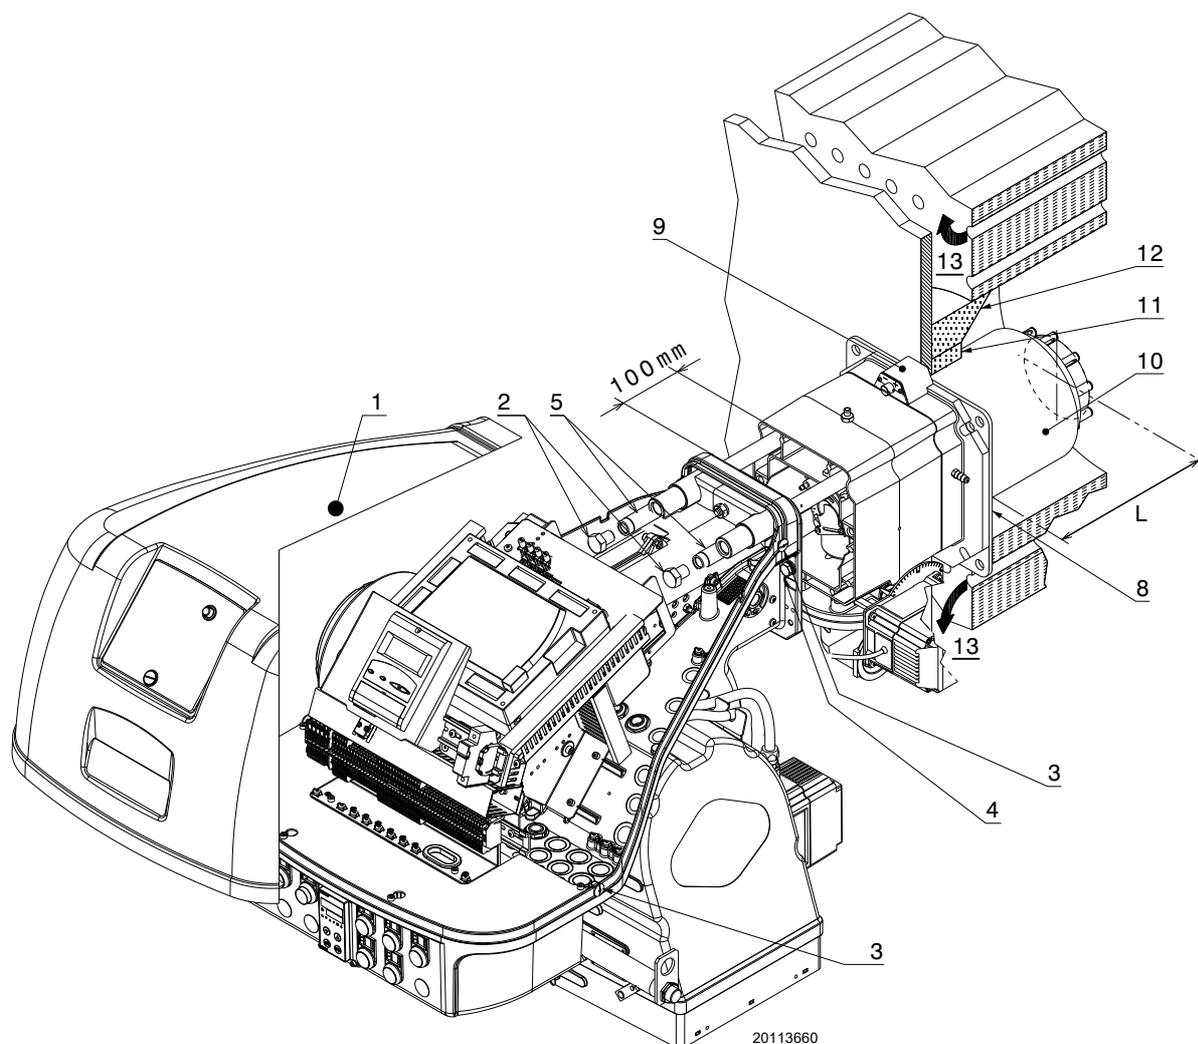

Fig. 16
Pour les chaudières avec circulation des fumées sur l'avant 13) (Fig. 16), ou avec chambre à inversion de flamme, réaliser une protection en matériau réfractaire 11), entre le réfractaire de la chaudière 12) et l'embout 10).
Pour les chaudières avec la partie avant refroidie avec de l'eau, le revêtement réfractaire 11)-12)(Fig. 16) n'est pas nécessaire, sauf demande expresse du fabricant de la chaudière.
Séparer la tête de combustion du reste du brûleur, comme indiqué dans la Fig. 16 ; procéder comme suit :
- remonter le brûleur sur les glissières 3) à environ 100 mm du manchon 4) - brûleur dans la position illustrée sur la Fig. 16 ;